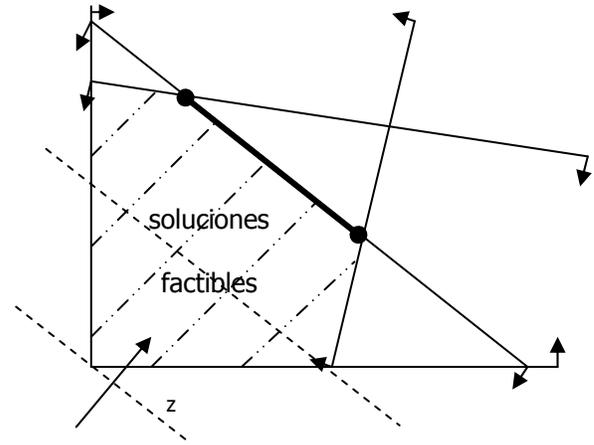

Figura 2.4 Óptimos alternativos
- b) Existen múltiples soluciones factibles. Cuando la función objetivo tiene los mismos coeficientes que una restricción no redundante obtendremos óptimos alternativos. En dos dimensiones la gráfica de la función objetivo coincide con un lado de la región de soluciones factibles (figura 2.4). Así todas las soluciones de la frontera de la región comprendidas entre los dos vértices que intersecta la función objetivo, son soluciones factibles. En la tabla Simplex esto se manifiesta como un coeficiente de la función objetivo con valor cero para una variable no básica.